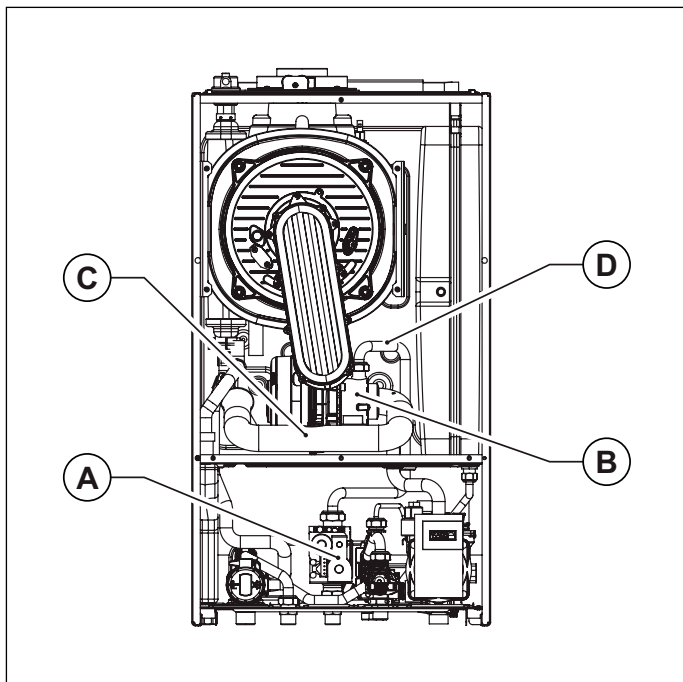

Рис. 36 Воздуховод
- Снять аспирационную воздушную трубку, вывернув предварительно винт, которым она крепится к смесительному узлу (смотри Рис. 36 Воздуховод).
- Отсоединить от смесительного узла газовую трубку (смотри Рис. 36 Воздуховод).